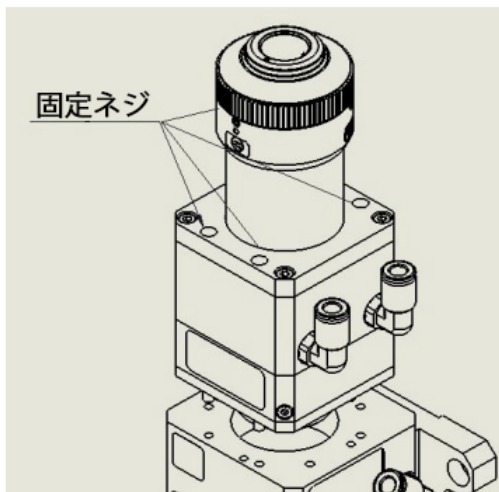

図 11 コリメーションコンポーネント
- 図 11 に示すように、3mm 六角レンチを使用して光ファイバーコリメータのネジを緩めます。清潔な場所に置いてください。